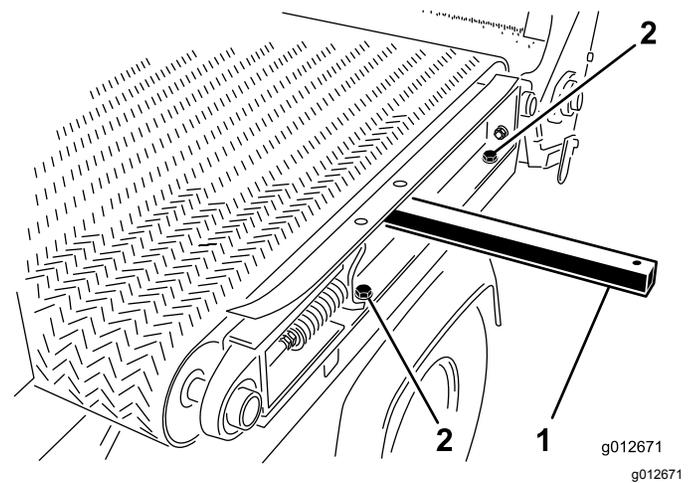

図 30
1. 装置の左側で、スライダフレームレールを左フェンダに組み付ける 図 30 スライダベッドを分解する (ページ 23) で取り外したキャップスクリュ2本とワッシャ2枚を使用し、キャップスクリュを締め付ける。